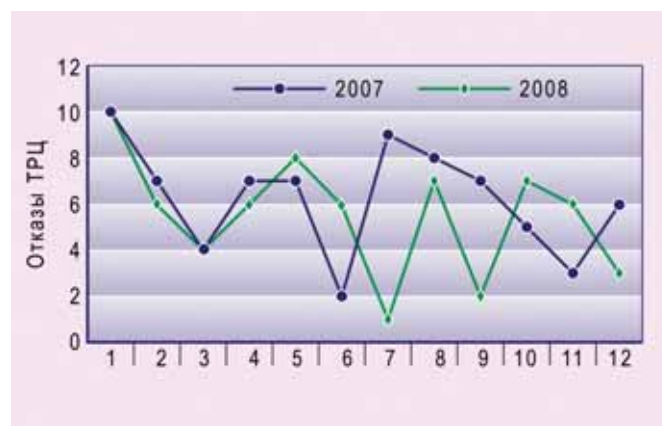

РИС. 3
■ За прошлый год на дороге зафиксировано 75 случаев выхода из строя аппаратуры ТРЦ. Основная причина отказов связана с выходом из строя конденсаторов (51%), так как большинство из них 1990–1992 года выпуска. На участке Санкт-Петербург – Москва за этот период из строя вышло 22 прибора ТРЦ. Динамика отказов аппаратуры ТРЦ в течение года показана на рис. 3.